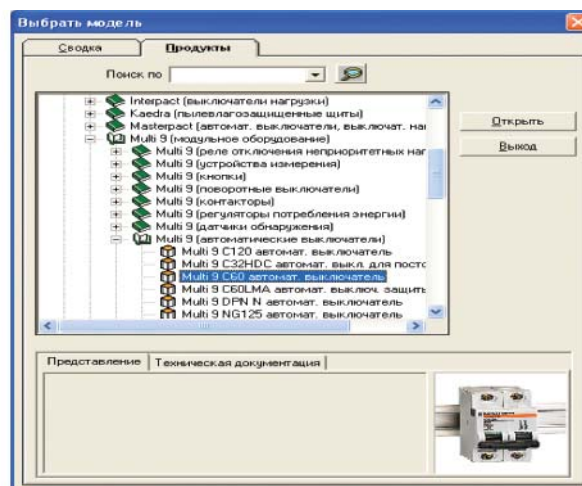

Рис. 40
- б) нажимаем “Добавить” и находим в иерархии каталога автоматический выключатель C60a (рис. 40)
- 1) выделить устройство, которое необходимо выбрать из “Избранного” (на рис. 40 созданное нами устройство выделено);